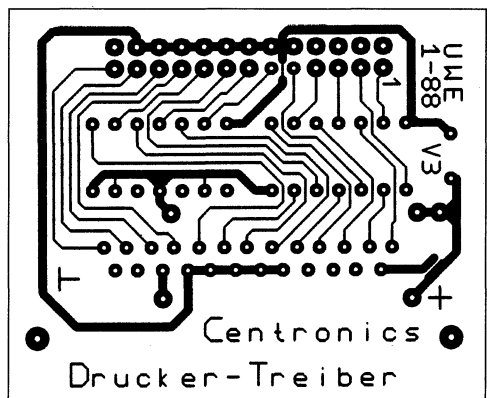
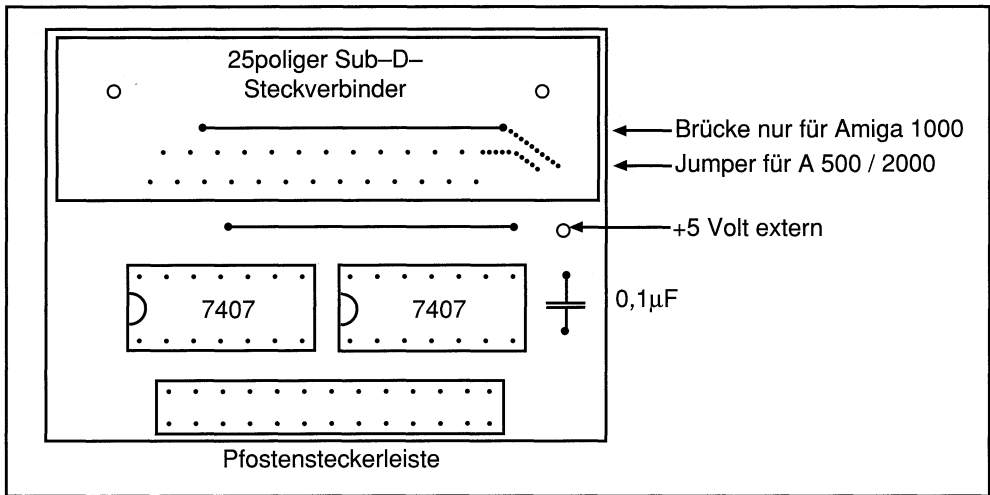

Bild 2.42: Layout für den Centronics-Druckertreiber
Bild 2.43: Bestückung des Centronics-Druckertreibers
Die Herstellung des Kabels mit den eingeschleiften Treibern ist sehr einfach, wenn zuerst die kleine Platine nach Bild 2.42 angefertigt wird. Bild 2.43 zeigt den Bestückungsplan. Die wenigen Bauteile sind in Tabelle 2.8 zusammengestellt. Allerdings gibt es Unterschiede bei den Steckverbindungen. Für den Amiga 1000 muß ein weiblicher 25-poliger Sub-D-Stecker verwendet werden. Er besitzt eine vom IBM-Standard abweichende Belegung. Trotzdem ist die gleiche Platine einsetzbar. Einzig und allein der Sub-D-Stecker muß hier von der Leiterseite her eingelötet werden. Das mag auf den ersten Blick etwas unschön erscheinen, ist aber durchaus praktikabel. Von den vielen Massepunkten an der je nach Steckerausführung eventuell schwer zugänglichen 12-poligen Seite genügt die Verlötung eines einzigen. Bei allen anderen Modellen wird ein entsprechender männlicher Stecker wie üblich von der Bauteilseite her eingesetzt. Vergessen Sie bei der Bestückung nicht die eingezeichnete Brücke.
- 1 einseitige Platine nach Bild 2.42